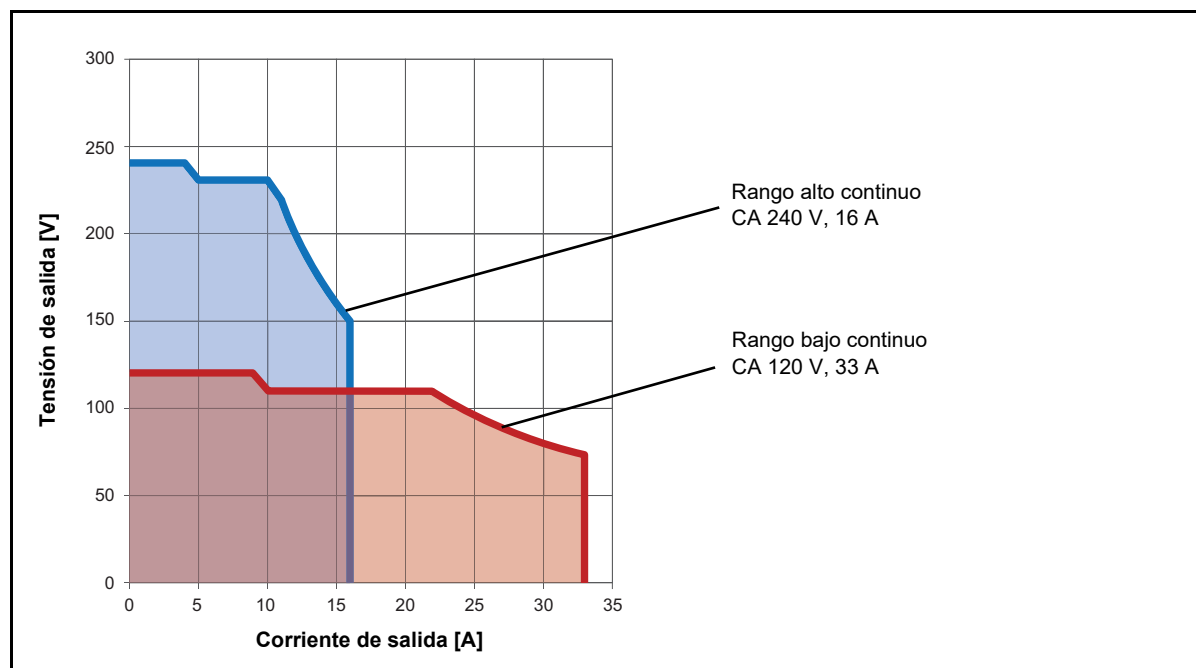

Figura 15-2: Rango de funcionamiento permitido 1 x CA 240 V 16 A
5. Véase Figura 15-2: "Rango de funcionamiento permitido 1 x CA 240 V 16 A" en la página 222
4. Véase Figura 15-2: "Rango de funcionamiento permitido 1 x CA 240 V 16 A" en la página 222